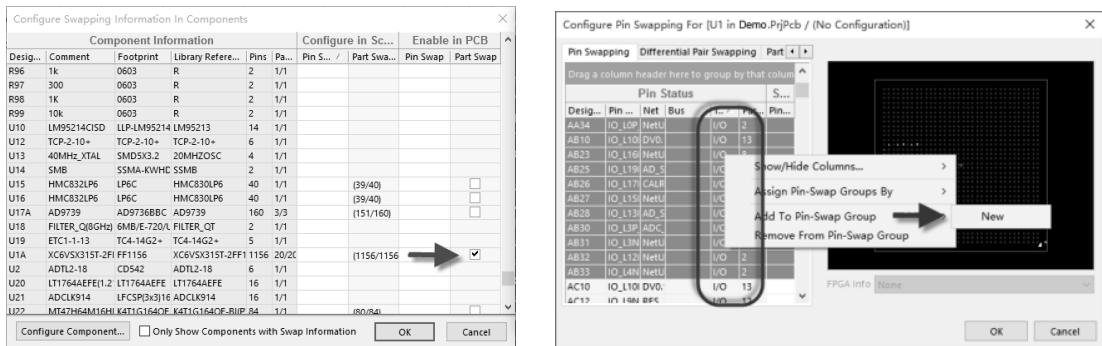

图 12-7 可调换 FPGA 的使能及 Group 设置
(6) 找到 FPGA 对应的元件位号，勾选使能状态，双击该元件，对该元件的可以调换的 I/O 属性管脚创建 Group 操作，单击“OK”按钮，设置完毕，如图 12-7 所示。